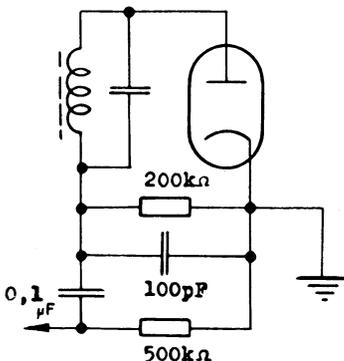

Fig. 59
59. Wie groß ist die maximale Modulationstiefe, welche die Demodulationsschaltung nach Fig. 59 noch verzerrungsfrei zu verarbeiten vermag?